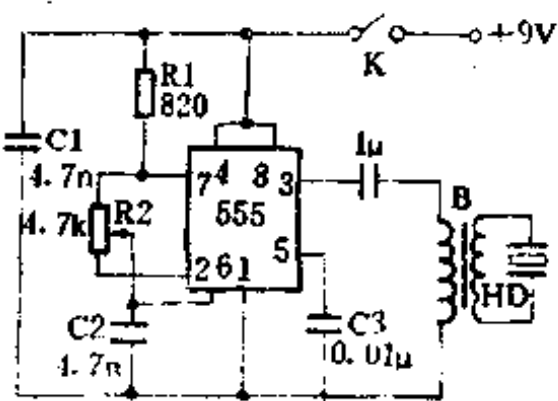

图 1-204
原理如图1-204所示。由555及外围元件组成振荡器,振荡器以非稳态方式工作,定时电容C2通过R1和R2充电到电源电压的三分之二,然后向集成电路的⑦脚放电,直到C2两端的电压为电源电压的三分之一为止。接着C2又被充电至电源电压的三分之二,再部分放电。于是电路按这种方式连续振荡,C2的充放电时间均由R2控制,这样R2就可以控制振荡器的工作频率。R2的工作频率通常可调至20~40kHz,振子选用普通压电陶瓷片即可,B为普通半导体收音机中的输入变压器。